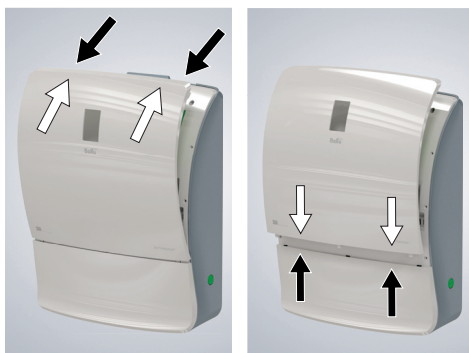

Рисунок 3
1. Снимите переднюю панель прибора. (Прибор автоматически отключится). В местах углублений в верхней части корпуса потяните верхнюю часть панели горизонтально на себя, для освобождения от магнитного фиксатора и потом вверх, вынув из пазов в нижней части корпуса (рис. 3).